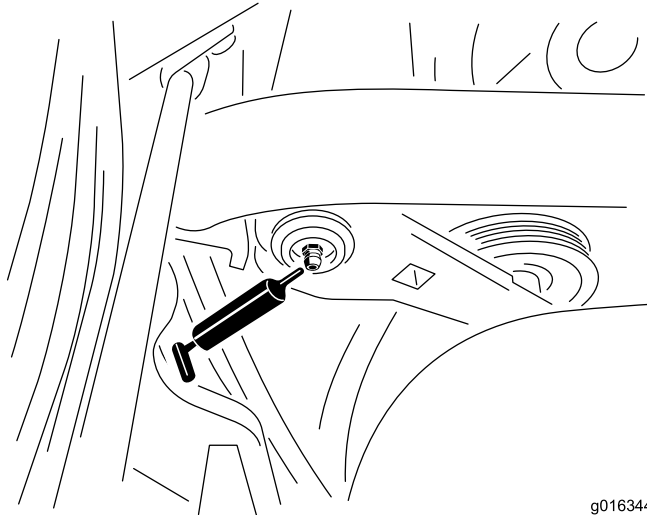

図 39
1. 異物を入れてしまわないよう、グリスフィッティングをきれいに拭く 図 39